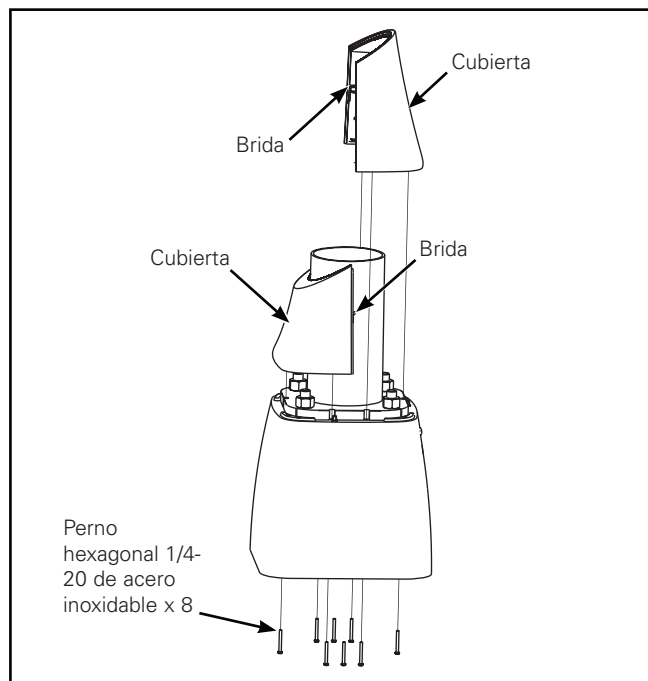

Figura 2. Detalle de montaje de la cubierta
2. Instale la correa de conexión a tierra en la parte inferior dentro del poste mediante el uso del tornillo proporcionado y deje que cuelgue en la abertura de la base del transformador. (Figura 2).